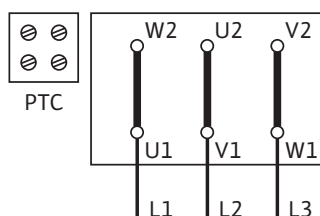

Fig. 45: Пуск Y-Δ
Схема электроподключения находится в клеммной коробке (см. также Fig. 45/46).
- Электроподключение к клеммной колодке зависит от мощности двигателя P_2 , от сетевого напряжения и от типа пуска. Необходимое переключение соединительных перемычек в клеммной коробке можно определить по следующей таблице «Табл. 4. Распределение клемм» на стр. 106 и Fig. 45/46.
Пуск Y-Δ (стандарт)	Соединительные перемычки удалить (Fig. 45)